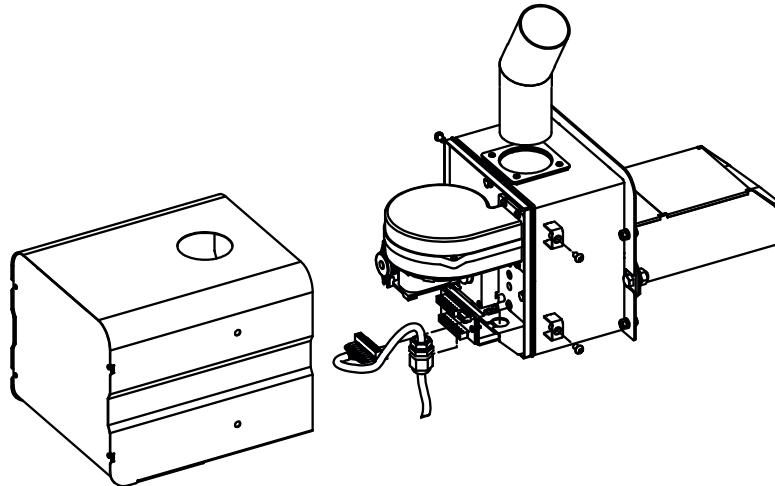

Рис. 10 Подключение кабеля управления к приставной пеллетной горелке
6.4.2. Подключение пеллетной горелки к пульту управления осуществляется с помощью кабеля с разъемом, см. (Рис. 10). Для подключения горелки отвинтите крепежные винты и снимите кожух горелки. Далее необходимо сальник, имеющийся на кабеле установить в специальный кронштейн на корпусе горелки и зафиксировать его гайкой. После этого разъем XS1 присоединить к ответной части на плате коммутации.